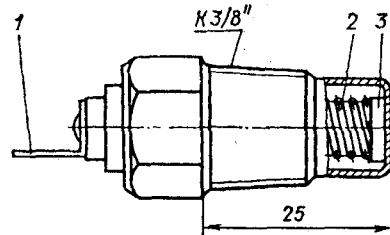

Рис. 1.18. Датчик температуры жидкости ТМ 100А: 1 – штеккер; 2 – пружина; 3 – терморезистор
Датчик температуры охлаждающей жидкости ТМ 100А (рис. 1.18) представляет собой малогабаритный неразборный герметичный прибор, работающий с указателем температуры. Чувствительным элементом датчика является терморезистор 3, установленный в корпусе датчика.
- ослабить болты 9 (рис. 1.18) крепления кронштейна натяжного ролика;
Рис. 1.18. Привод распределительного вала и водяного насоса: 1 - наружный кожух; 2 - ведомый шкив распределительного вала; 3 - зубчатый ремень; 4 - шкив водяного насоса; 5 - ведущий шкив; 6 - шкив привода генератора; 7 - ремень привода генератора; 8 - упор наружного кожуха; 9 - болты; 10 - пружина; 11 - натяжной ролик.